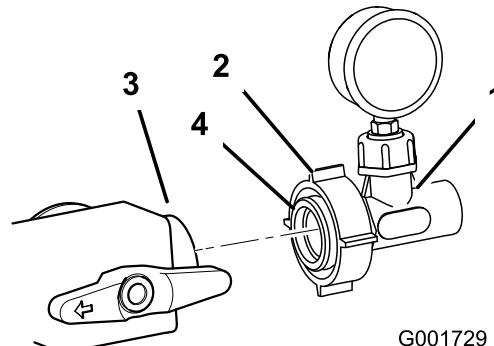

Figura 14
- Lubrique la junta tórica del adaptador con un lubricante sin petróleo, como por ejemplo aceite vegetal (Figura 14).
- Instale el conjunto del manómetro en el orificio de la válvula de control instalada anteriormente (Figura 14).